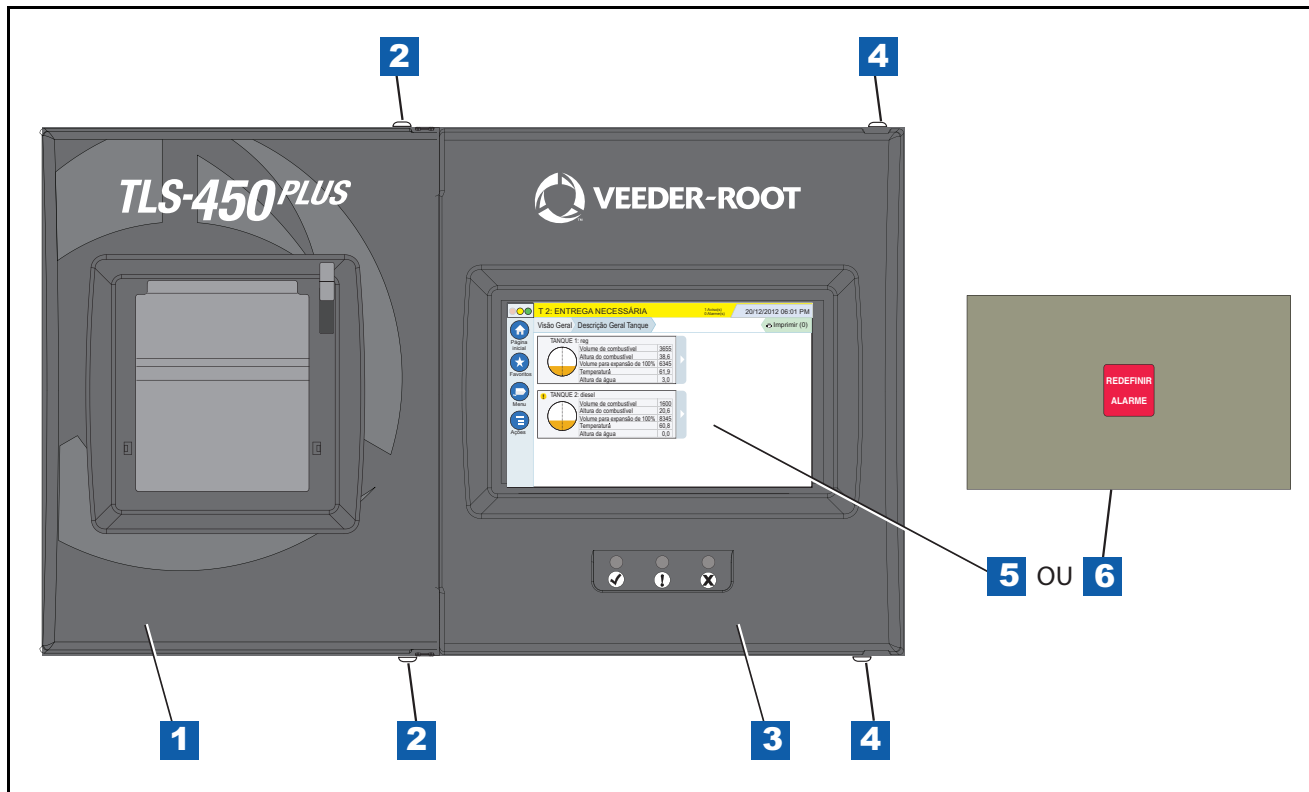

Figura 39. Vista frontal
1. Abra os dois compartimentos frontais do console (ver Figura 39).
Legenda para caixas numeradas na Figura 39